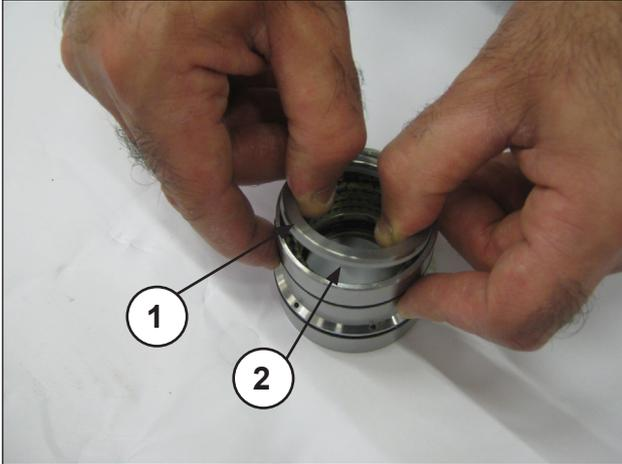
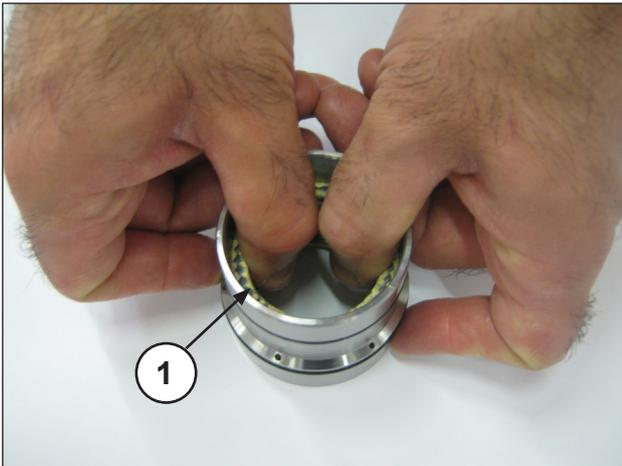

Fig. 31
Fig. 32
Séparer le support des garnitures d'étanchéité de la chemise, déposer l'anneau pour ressort et le segment racleur (rep. ①②, Fig. 31) pour accéder aux garnitures pour pression (rep. ①, Fig. 32).